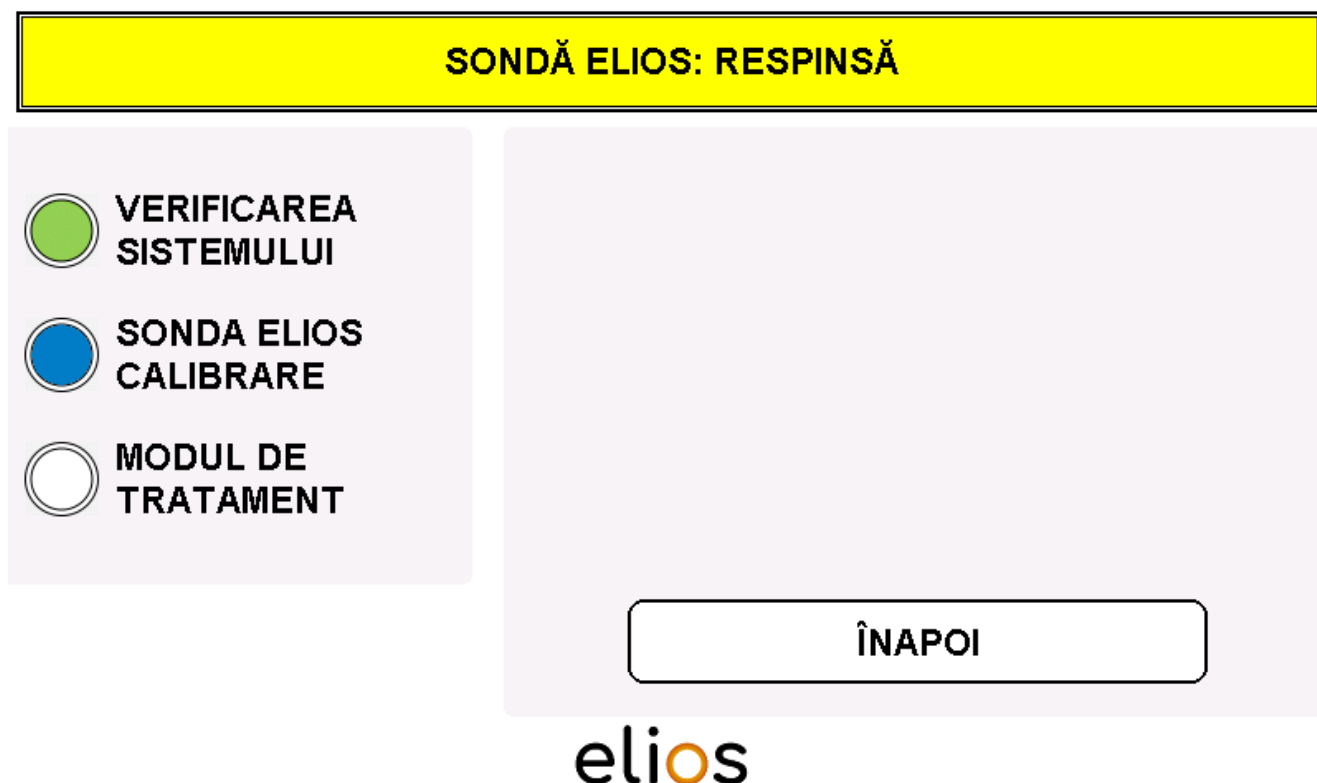

Fig. 4-8: Recunoașterea fibrei - ELIOS PROBE: REJECTED [SONDĂ ELIOS: RESPINSĂ]
- Software-ul recunoaște fibrele deja utilizate și resterilizate și împiedică utilizarea lor. Apare notificarea "ELIOS PROBE: REJECTED" [SONDĂ ELIOS: RESPINSĂ] și nu este posibilă continuarea programului (Fig. 4-8).
- Meniul anterior este accesat din nou prin apăsarea "**BACK**" [ÎNAPOI] (Fig. 4-8).